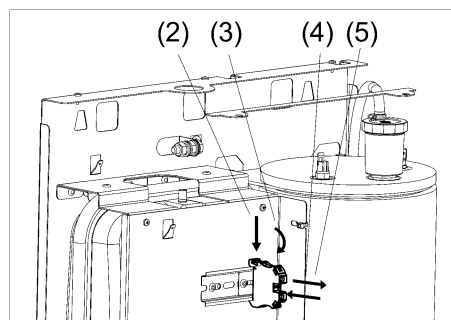

Рисунок 18. Замена клеммных колодок
- (1) Отсоедините провода от колодки, которую требуется заменить (см. рис. 18);
- (2) Используя плоскую отвёртку отогните “язычок” колодки во внешнюю сторону;
- (3) Поверните колодку на угол $10\div 15^\circ$;
- (4) Снимите колодку с DIN-рейки;
- (5) Поставьте новую колодку на DIN-рейку взамен прежнему;
- (6) Подсоедините к новой колодке отсоединённые провода.